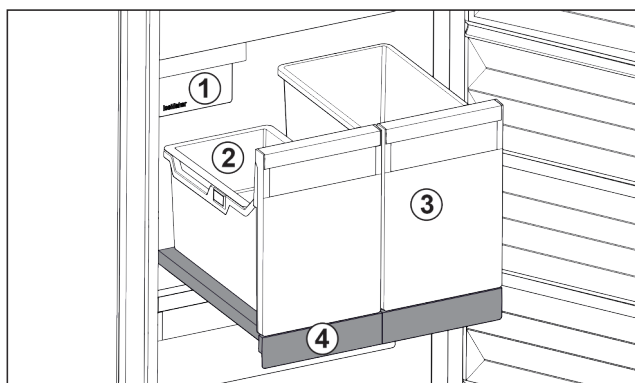

Fig. 83 Vyťahovacia polička s IceTower
- (1) IceMaker
- (2) Závesná miska na kocky ľadu
- (3) Nádoba napríklad na pizzu, alkoholické nápoje
- (4) Vyťahovacia polička
Na vyťahovacej poličke sú dve vysoké nádoby (IceTower). V nádobe Fig. 83 (2) sa hromadia a skladujú kocky ľadu z IceMaker. Nádoba Fig. 83 (3) sa hodí na skladovanie vysokých potravín, ako sú pizze alebo alkoholické nápoje.